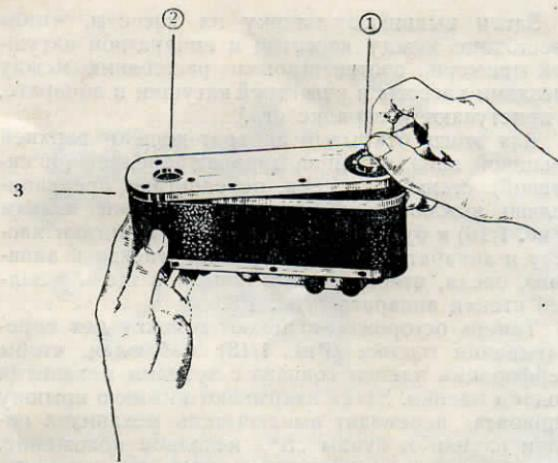

Рис. 2. Снятие нижней крышки аппарата „ФЭД“. 1) Складная поворотная ручка. 2) Штативная гайка. 3) Стержень.
На нижней (съемной) крышке аппарата (Рис. 2) имеется замок со складной поворотной ручкой (1), а также штативная гайка (2) для укрепления аппарата на штативе при съемке с выдержкой.